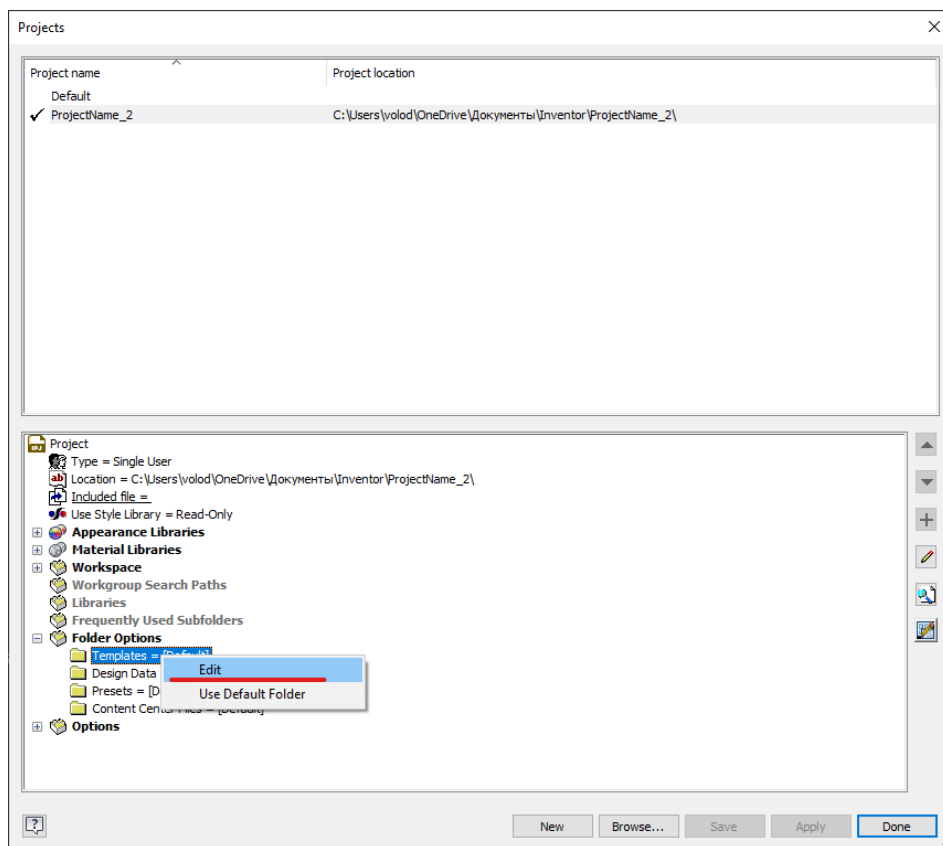

Рисунок 32. Вікно редагування налаштування параметрів папки
- Templates (Шаблони) натискаємо правою кнопкою миші у відкритому вікні натискаємо Edit (Редагувати)(рис.32)